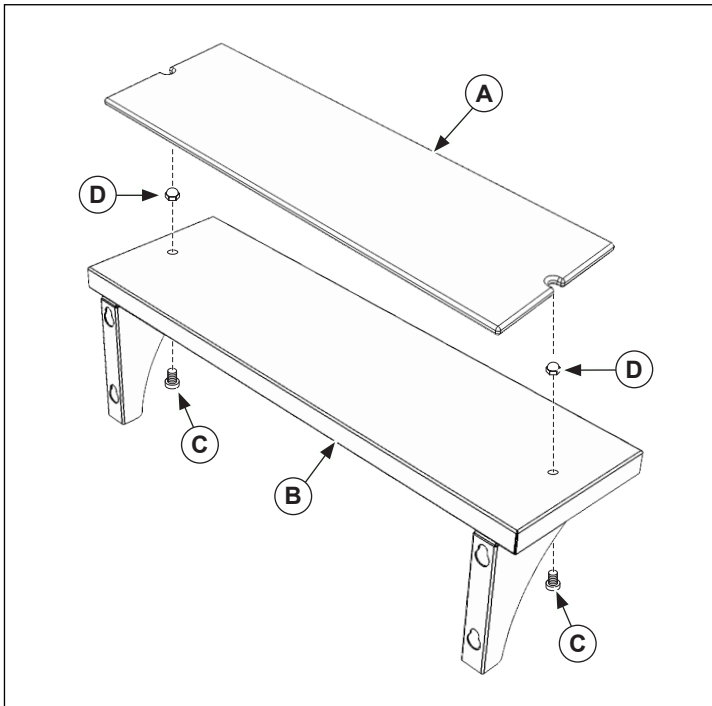

Figure 6. Installation du dessus de planche à découper et de la planche à découper
2. Fixez les supports (D) aux écrous à souder (B) en utilisant les écrous nylock (A), comme illustré.
3. Fixez les écrous de placement de la planche à découper (D) au dessus de planche à découper (B) en utilisant les vis (C), comme illustré. Voir la figure 6.